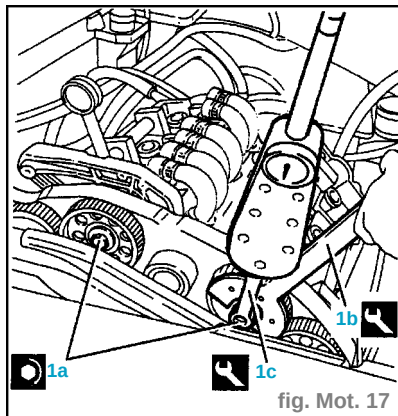

fig. Mot. 17
- Desserrer les vis des poulies de commande des arbres à cames en utilisant comme anticouple l'outil (1b) (fig. Mot. 17).
- Serrer les vis (1a) des poulies de commande des arbres à cames au couple de **7,6 daN.m** en utilisant les outils (1b) et (1c) (fig. Mot. 17).